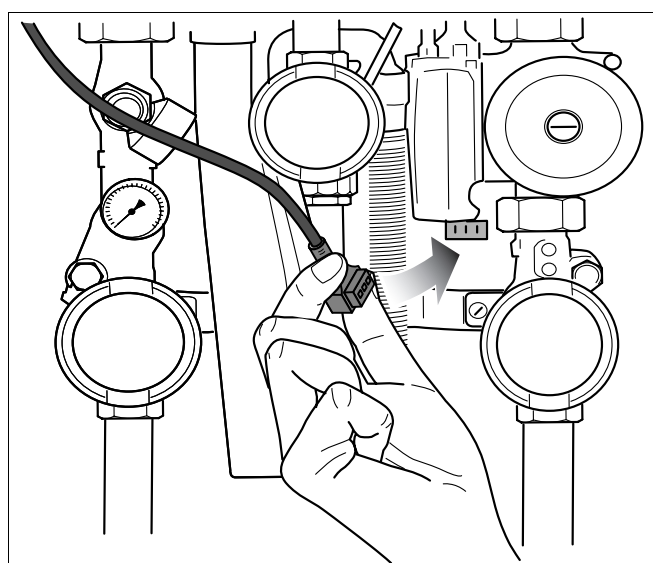

fig. 17 Aansluiten stekker van de voedingskabel op pomp
- Sluit de stekker van de voedingskabel (fig. 17) aan op de pomp.